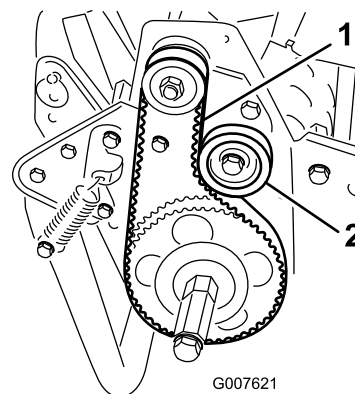

Figura 41
2. Verifique a tensão pressionando a correia a meio curso entre as polias (Figura 41) com uma força de 18-22 N. A correia deverá flectir-se 6 mm.
- A. Desaperte a porca de montagem da polia intermédia e incline-a para o lado de trás da correia até que obtenha a tensão desejada da correia (Figura 41).